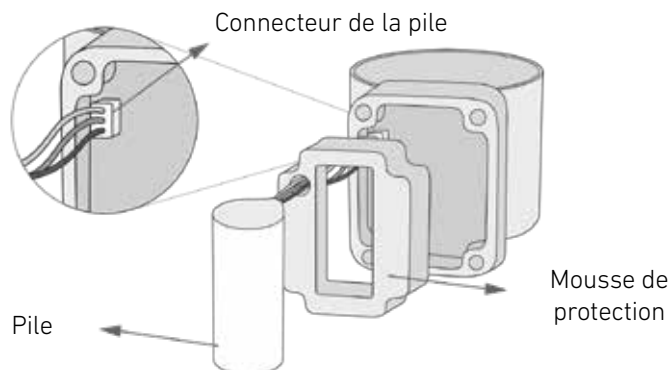

Fig. 06
3. Sortir la pile du boîtier, puis retirer la mousse de protection, afin d'accéder au connecteur de la pile (fig. 06). Noter la position des fils et de la borne pour le raccordement de la nouvelle pile.